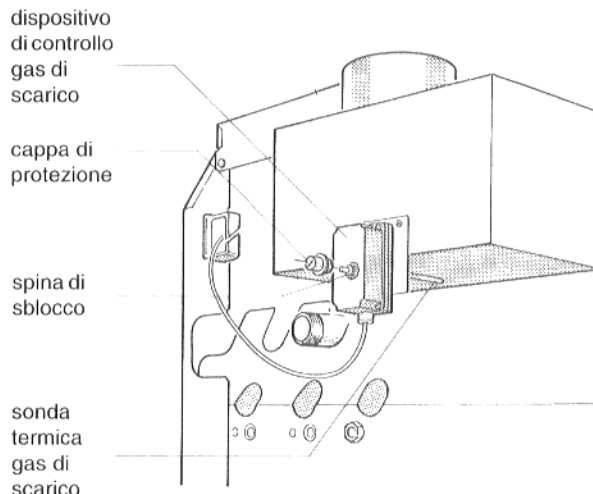

Fig. 36: Dispositivo di controllo dei gas di scarico
- Svitare il controllo dei gas di scarico dalla sicurezza antiriflusso (Fig. 36).
Dopo c. 2 minuti, staccare la cappa di protezione e premere con decisione la spina di sblocco (Fig. 36)